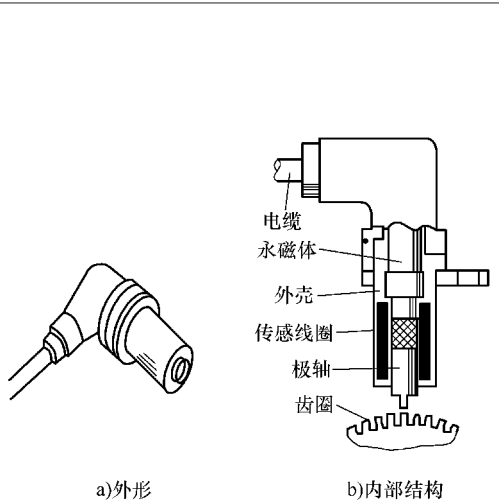

图 10-34 车轮转速传感器结构
(1) 车轮转速传感器的结构 车轮转速传感器一般由磁感应传感头和齿圈组成，如图 10-34 所示。